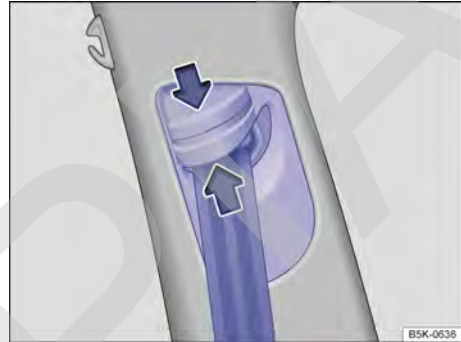

Fig. 35 Junto a los asientos delanteros: regulador de la altura del cinturón de seguridad.
- Presione el dispositivo regulador en el sentido de la flecha y manténgalo presionado → fig. 35.